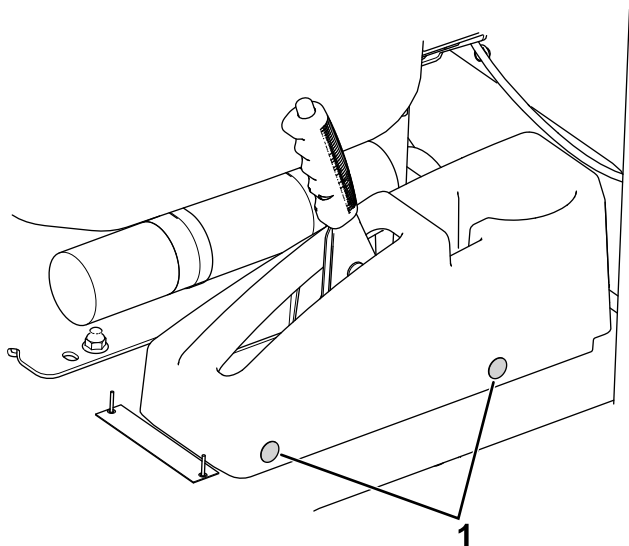

Рисунок 13
1. Снимите вставные защелки, которые крепят крышку тормоза к полу (Рисунок 13).
9. Установите крышку тормоза с помощью 2 снятых ранее вставных защелок (Рисунок 13).